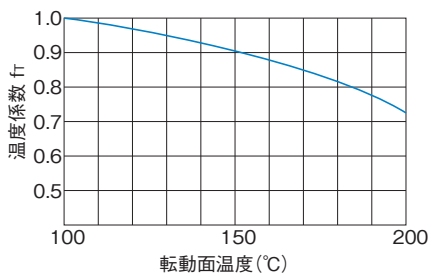

図3 温度係数( $f_T$ )
- fT : 温度係数 (A5-6 図3参照)
ST形を使用する使用環境が $100^\circ\text{C}$ をこえるような高温の場合は、高温による悪影響を考慮して図3の温度係数を乗じます。